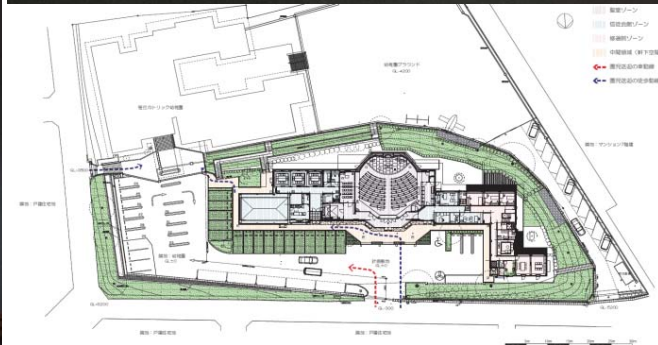

図1 笹丘カトリック教会と併設する修道院
- ✓ 翼を広げたようにおおらかに構えてその中心に聖堂を配置し、その両翼に修道院と教会信徒会館を設置(図1)